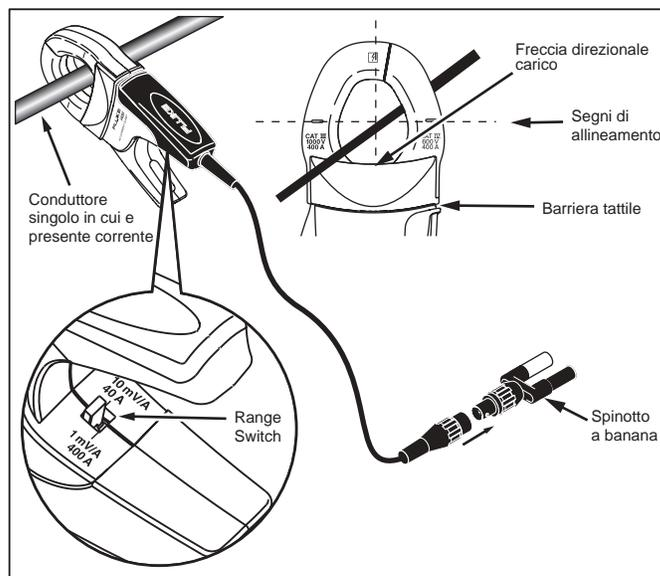

Figura 1. Configurazione della pinza amperometrica i400s
- Non tenere la pinza in nessun punto oltre la barriera tattile; vedi Figura 1.
Vedere la sezione "Considerazioni sulle misure" e la Figura 1:
Per prevenire scosse elettriche o lesioni personali, tenere le dita dietro la barriera tattile; vedi Figura 1.